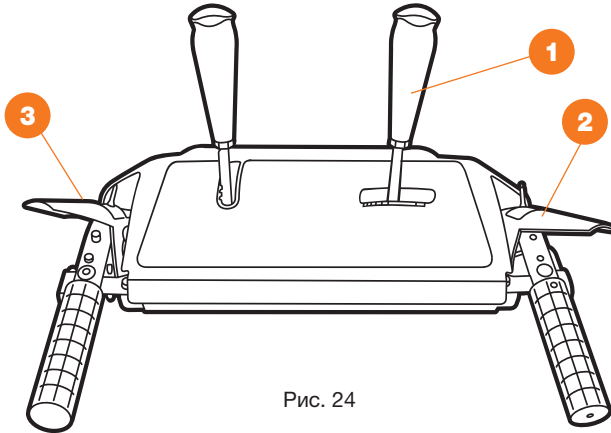

Рис. 24
- Установите требуемую рабочую скорость на панели управления. Перемещая рычаг выбора скорости **1**, установите его в одно из четырех положений **ВПЕРЕД** или в положение **НАЗАД** (Рис. 24).
- Нажмите на рукоятку включения вращения шнека ② и шнеки начнут вращаться. При отпускании рукоятки шнеки остановятся (Рис. 24).
- Нажмите на рукоятку включения привода колес ③ и снегоуборщик начнет движение. При отпускании рукоятки снегоуборщик остановится (Рис. 24).
- При одновременном нажатии рукоятки включения вращения шнека ② и рукоятки включения привода колес ③, рукоятку ③ можно отпустить, при этом движение снегоуборщика продолжится. Таким образом, не останавливая процесс уборки, вы можете свободной рукой отрегулировать направление и дальность выброса или включить фару (Рис. 24).
- Для остановки снегоуборщика отпустите рукоятку включения вращения шнека ② и привод колес автоматически выключится (Рис. 24).
- При отпущенной рукоятке включения вращения шнека ② (в верхнем положении), тросик привода должен иметь небольшое ослабление. Он не должен быть сильно натянут (Рис. 24).
- Находясь в положении оператора (за снегоуборщиком) включите шнек, нажав на рукоятку включения вращения шнека ② (Рис. 24).
- Оставьте шнек в рабочем состоянии примерно на 10 секунд, после чего отпустите рукоятку включения вращения шнека ② (Рис. 24). Повторите эту процедуру несколько раз.
- При включенном двигателе и установленной в верхнее положение рукоятке включения шнеков ②, подойдите к снегоуборщику со стороны ковша (Рис. 24).